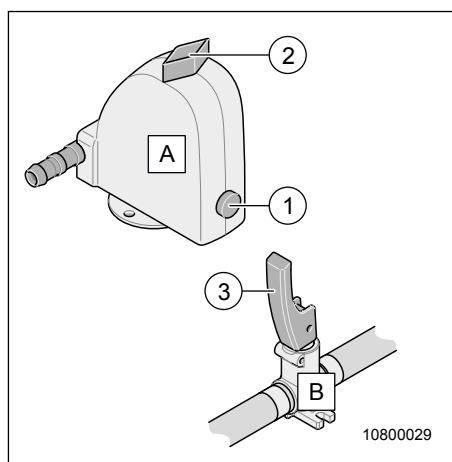

Fig. 99 Robinet de vidange du chauffe-eau
→ Positionner le culbuteur (Fig. 99, pos. 3) du robinet de vidange (Fig. 99, pos. B) uniquement verticalement ou horizontalement. Ne pas le tourner ! Le fait de tourner le culbuteur risque d'endommager le robinet de vidange et va le rendre non étanche.
1. Positionner la manette bleue (Fig. 99, pos. 2) sur le robinet de vidange (Fig. 99, pos. A) transversalement.
2. Appuyer sur la touche (Fig. 99, pos. 1) et la verrouiller simultanément (Fig. 99, pos. 2).
3. Fermer le robinet de vidange (Fig. 99, pos. B). Pour cela, placer le levier à bascule (Fig. 99, pos. 3) horizontalement.
6. Ouvrir le robinet de décharge (Fig. 99, pos. A). Pour cela, placer la manette (Fig. 99, pos. 2) en position longitudinale.
7. Ouvrir le robinet de décharge (Fig. 99, pos. B). Pour cela, placer le levier à bascule (Fig. 99, pos. 3) verticalement.